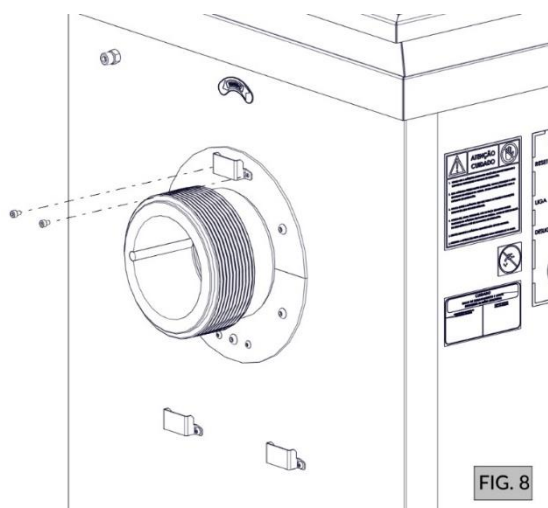
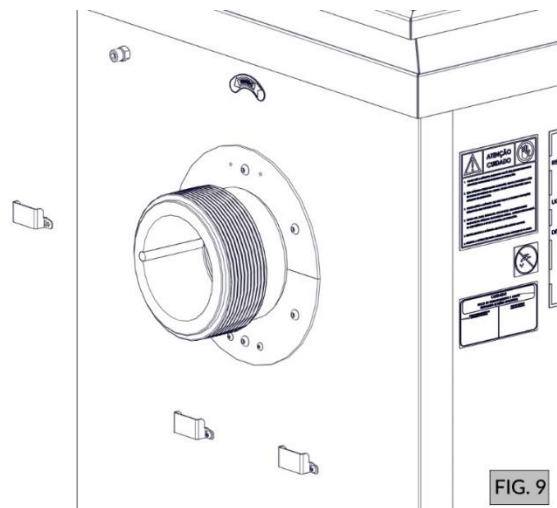

FIG. 8
FIG. 9
5. Solte os dois parafusos do suporte do protetor do bocal (FIG. 8) e retire-o (FIG. 9);